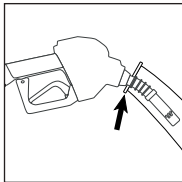

Figure 12
- Assurez vous que la lance est insérée adéquatement dans le tuyau de remplissage. (Voir Fig. 12)